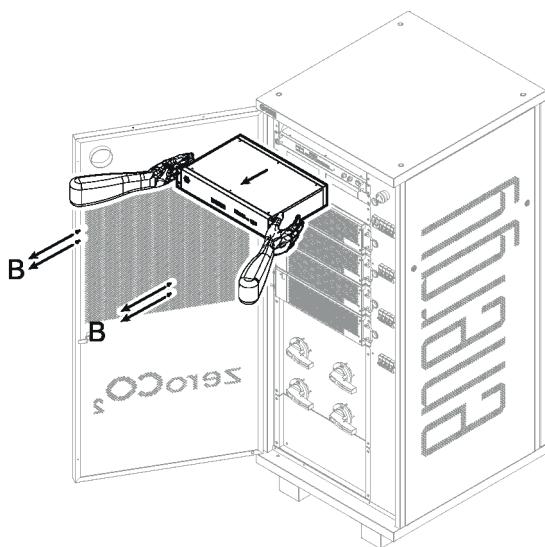

Fig. 7.7 - Sostituzione del modulo EMS
- Rimuovere le 4x viti M5 e sfilare il modulo EMS (B, Fig. 7.7). A modulo estratto scollegare la spina di alimentazione connessa sul retro.